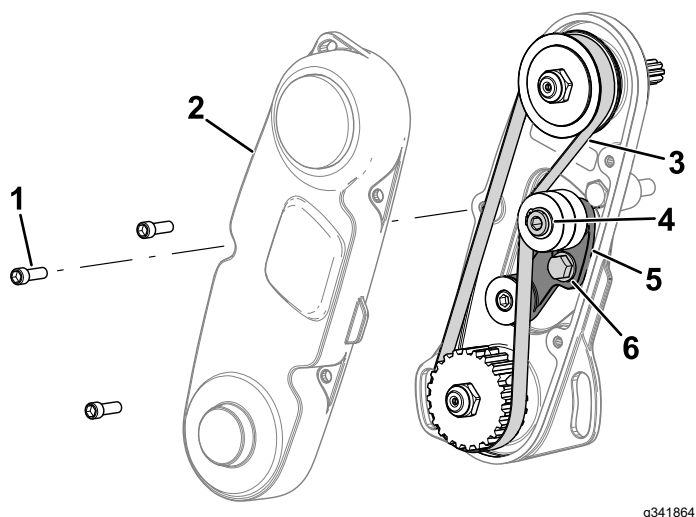

Figura 14
3. Utilizai o cheie dinamometrică cu tijă pentru a aplica 6 – 7 N·m de foră la nivelul urubului interior al braului de ghidare superior (**Figura 14**).